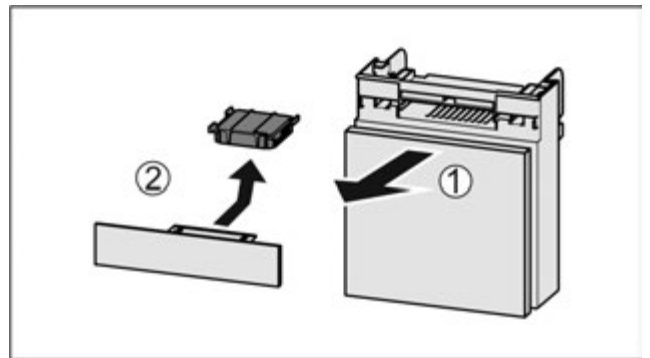

Fig. 48
- ▶ Потягніть Fig. 48 (1) відділення вперед.
- ▶ Витягнути Fig. 48 (2) фільтр з активованого вугілля.